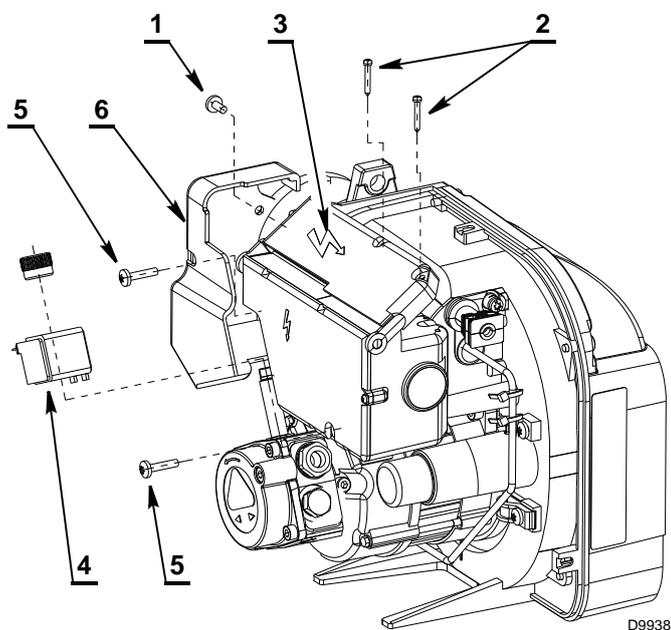

Fig. 21
- dévisser les vis 1) (Fig. 21) et enlever la protection 6) de la bobine 4) ;